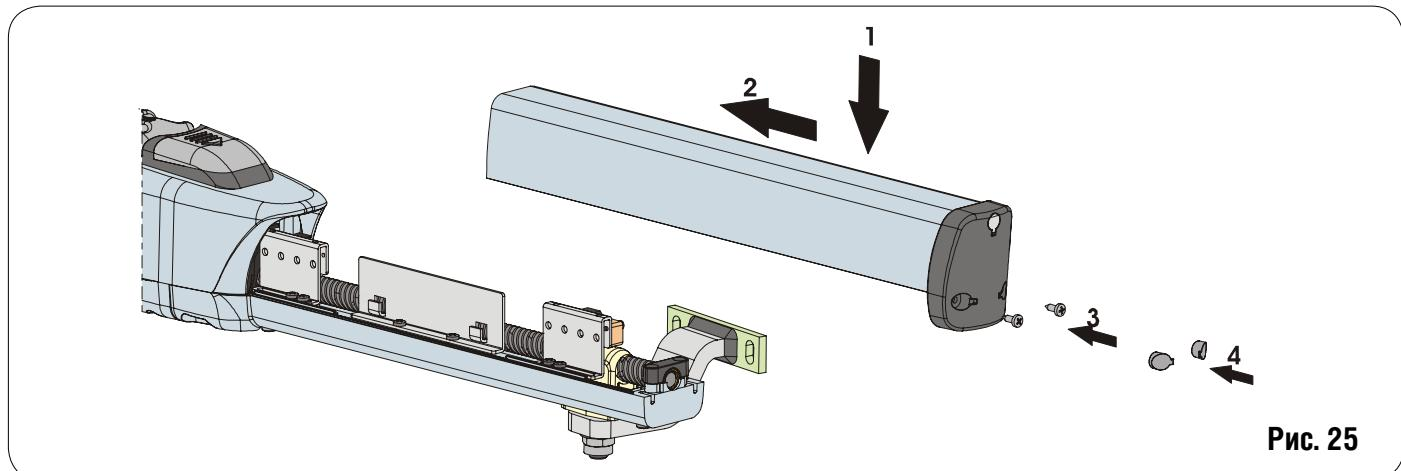

Рис. 25
- 6) Установите кожух на место, двигая его по нижней литой опоре до достижения своего конечного положения, Рис.25.
- 7) Затяните оба нижних винта, Рис.25.